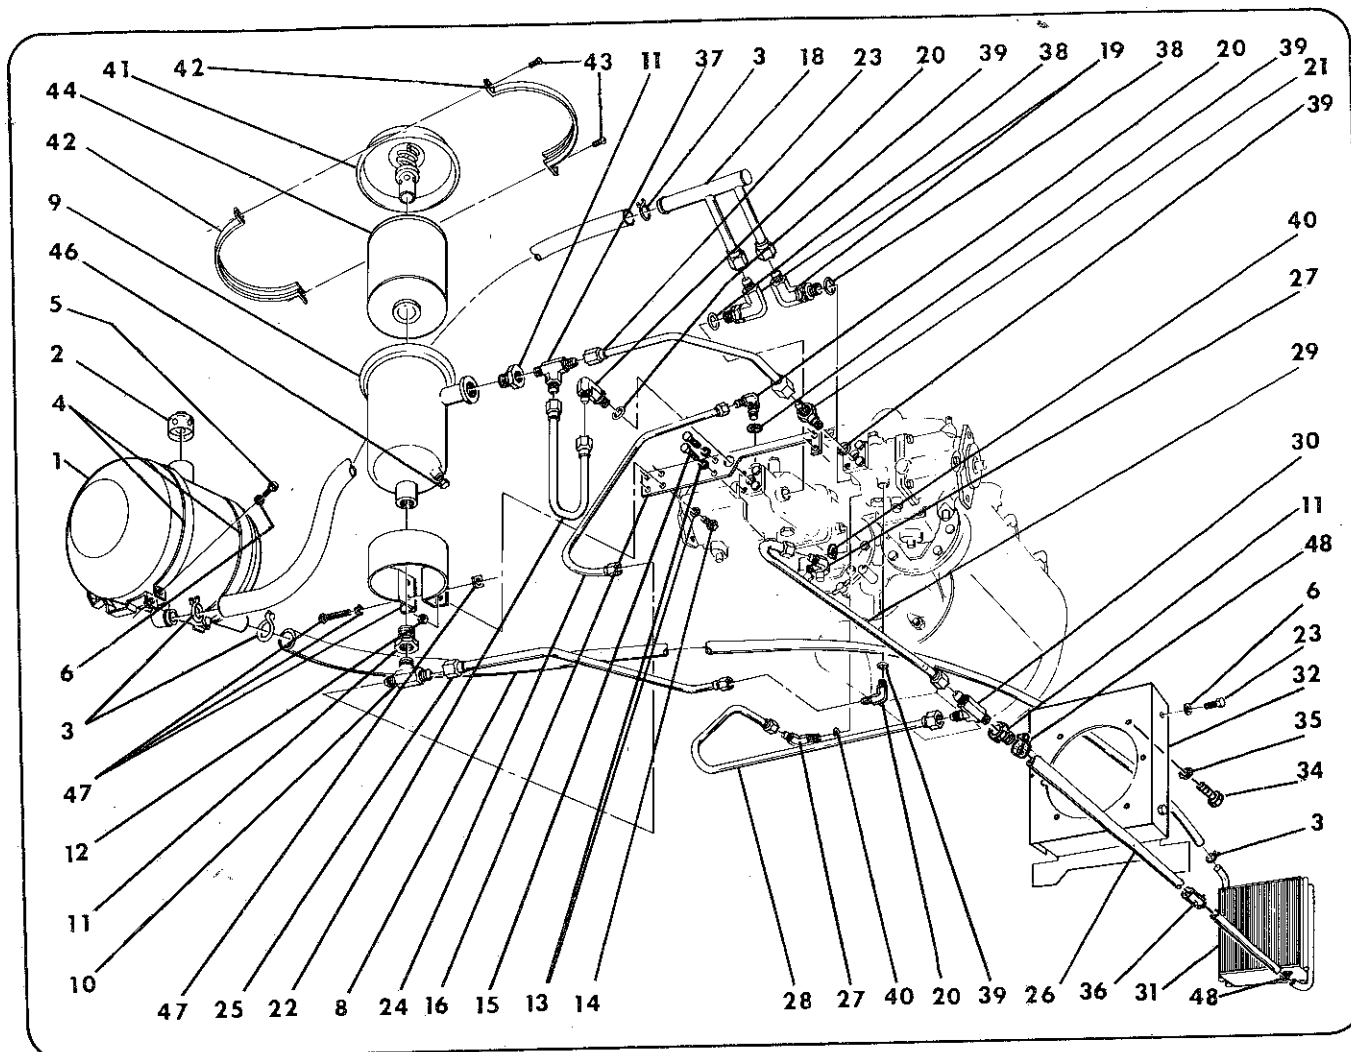

FIGURE IV-4 - HYDRAULIC SYSTEM COMPONENTS
*** EXPLODED COMPONENTS SHOWN IN FIGURE IV-4**